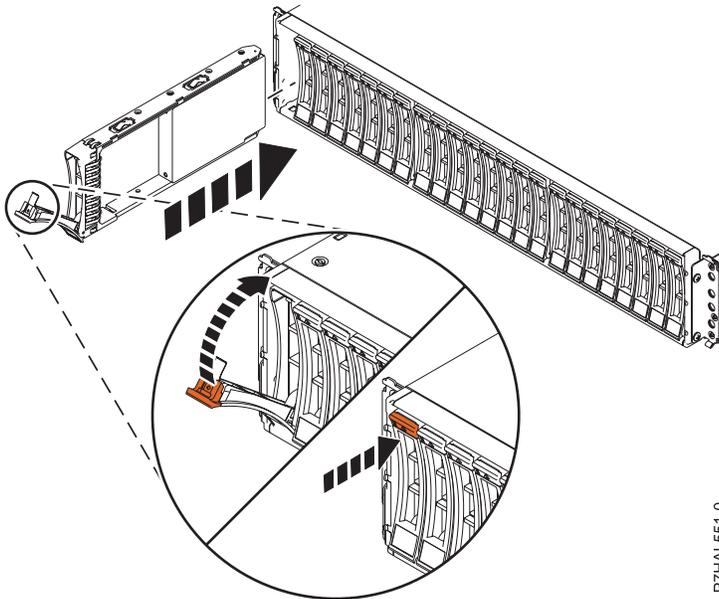

Figura 23. Instalación de la unidad de disco en Alojamiento de unidad de disco 5887
1. Con el asa en la posición de desbloqueo, como se muestra en Figura 23, sostenga la unidad por la parte inferior mientras la alinea con los rieles de guía de la unidad de expansión.